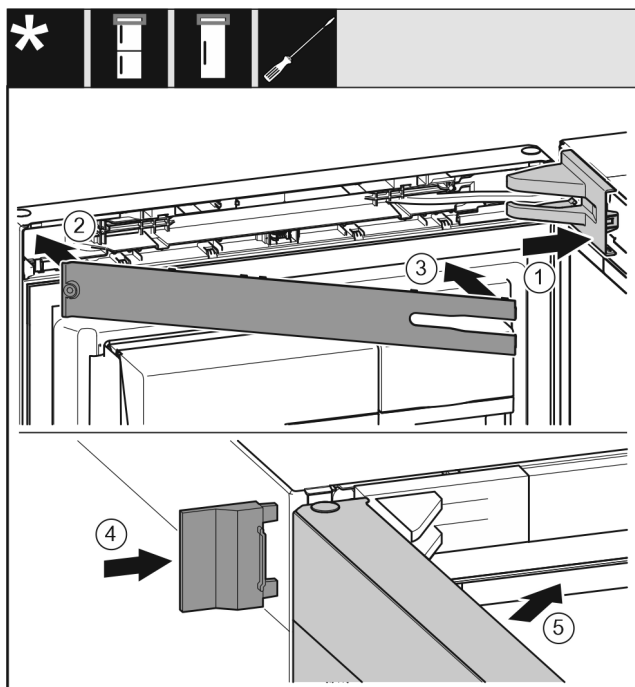

Fig. 26
- ▶ Așezați apărătoarea suporturilor de lagăr și fixați-o în poziție, după caz, desfaceți-o prin apăsare cu precauție. Fig. 26 (1)
- ▶ Așezați masca. Fig. 26 (2)
- ▶ Rabatați în interior și fixați în poziție masca. Fig. 26 (3)
- ▶ Împingeți apărătoarea exterioară. Fig. 26 (4)
- ▶ Închideți ușa superioară. Fig. 26 (5)